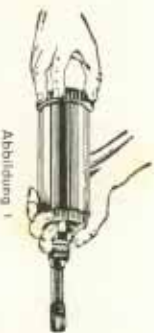

Abbildung 1
1. Bodendeckel abschrauben (Abb. 1).